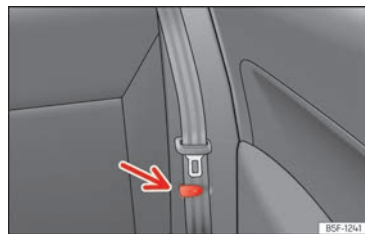

Abb. 95 Rücksitz: Bügel zum Halten des Sicherheitsgurtes.
- Befestigen Sie die seitlichen Sicherheitsgurte am Halter der Verkleidung »» (Abb. 95).